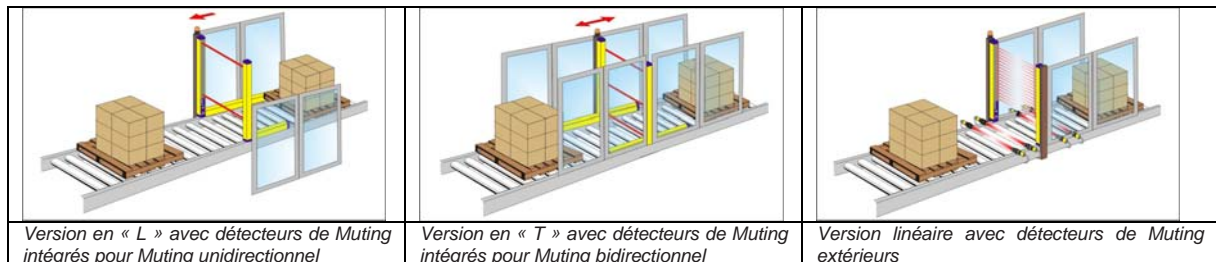

Figure 36
- La fonction de Muting permet d'exclure la barrière pendant le fonctionnement, tout en maintenant les sorties OSSD actives, pour des exigences particulières de fonctionnement (Figure 36).